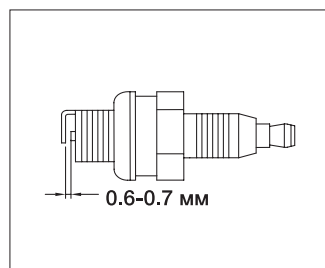

Рис. 16
- Замените заглушку, если центральный электрод изношен закругленным на конце. Искровой зазор 0,6-0,7 мм (рис. 16)